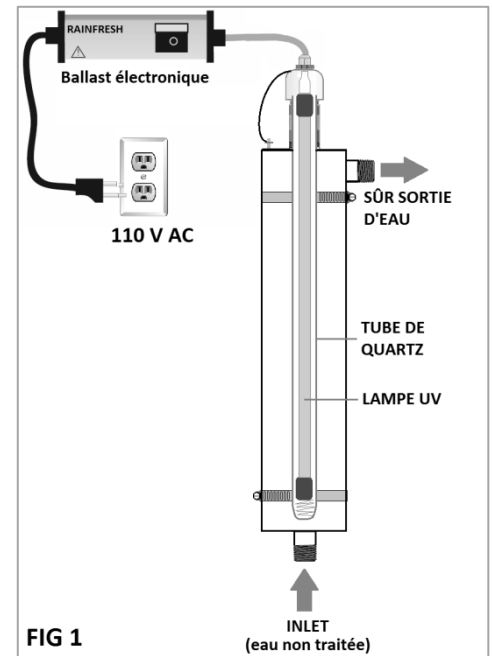

FIG 1
Ce système de désinfection Rainfresh comporte une lampe UV basse pression placée dans un tube de quartz transparent, lui-même logé dans une chambre de désinfection en acier inoxydable. Lorsque l'eau non traitée traverse la chambre de désinfection, les micro-organismes (bactéries, virus, champignons, algues, etc.) sont exposés au rayonnement ultraviolet produit par la lampe UV. Ce rayonnement tue ou neutralise les micro-organismes, puis l'eau traitée sort de la chambre de désinfection prête à être consommée (voir fig. 1).
- Pour assurer un rendement optimal, le système UV devrait être installé à la verticale, de façon que l'entrée d'eau soit en bas, et que la douille de la lampe et la sortie d'eau soient en haut (voir fig. 1). Le système peut être installé à l'horizontale, mais ne peut pas être vidangé totalement dans cette position. De plus, dans cette position le quartz du dôme est plus susceptible de se briser pendant l'entretien.